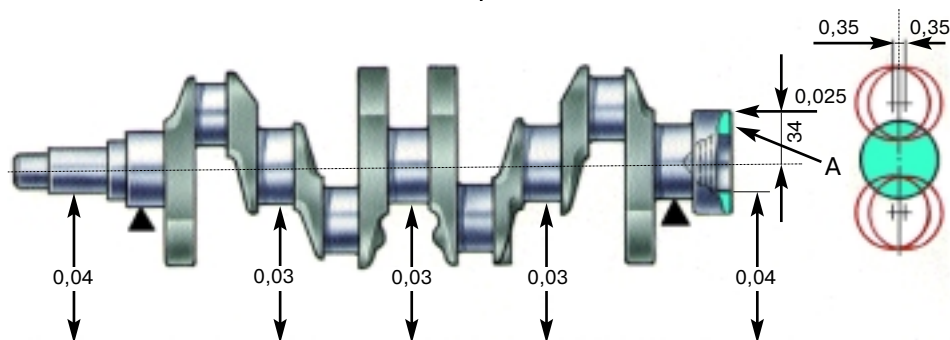

Рис. 2-82. Допустимые биения основных поверхностей коленчатого вала двигателя мод. 2106-70
**Проверка биения и несоосности шеек.** Установить коленчатый вал на две призмы (рис. 2-82) и проверить индикатором: